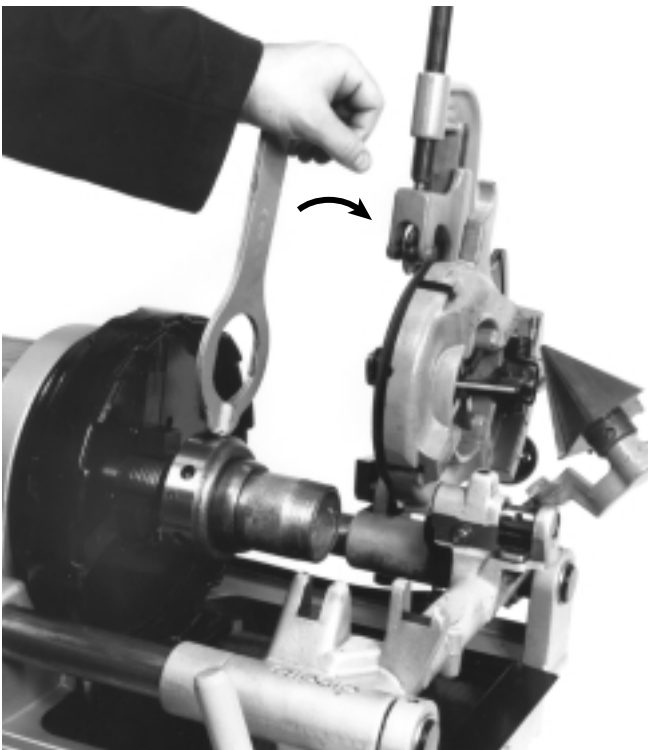

Figure 21 – Libération du raccord du mandrin à raccords n° 819 en fin de filetage
6. Introduisez la broche de la clé (Figure 21) dans un des trous du collier de serrage du mandrin à raccords et desserrez le collier. Enlevez le raccord fileté à la main.